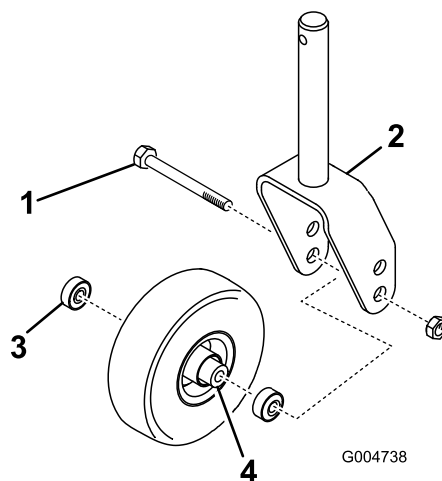

図 28
1. キャスタホイールアセンブリをキャスタフォークの間に保持しているボルトのロックナット(図 28を外す。キャスタホイールをつかんでおいて、ボルトをフォークまたはピボットアームから抜き取る。
2. ホイールのハブからベアリングを外して、ベアリングスペーサを床に落とす図 28。ホイールハブの反対側にあるベアリングを取る。